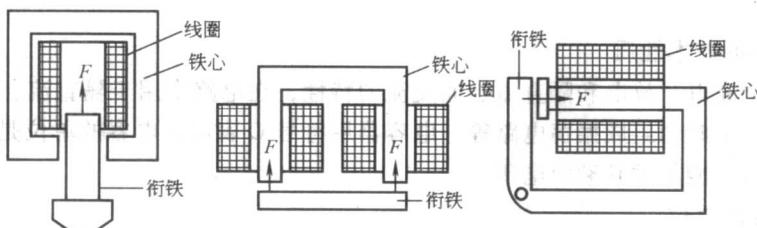

图 1-8 电磁铁的几种结构
**1. 电磁铁的原理** 电磁铁是利用通电的铁心线圈吸引衔铁或保持某种机械零件、工件于固定位置的一种电器。衔铁的动作可使其他机械装置发生联动。当电源断开时，电磁铁的磁性随着消失，衔铁或其他零件即被释放。它的结构通常有图 1-8 中所示的几种。